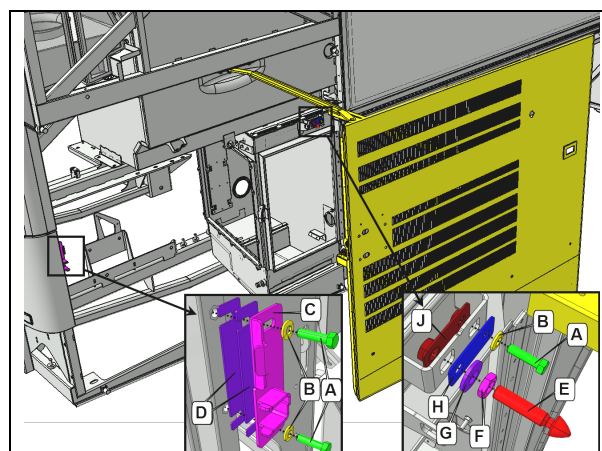

Figure 112: INSTALLATION DE LA PORTE – SYSTÈME DE LOQUET
1. Pour ajuster la position, la porte doit pouvoir bouger librement. Vous devrez donc enlever la goupille E et la plaque de butée C (Figure 112).